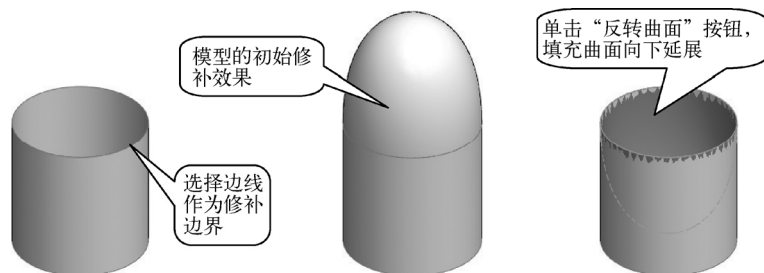

图 4-70 “反转曲面”按钮的作用
- “反转曲面”按钮：当所有边界曲线共面时，将显示此按钮，用于改变曲面修补的方向，如图 4-70 所示。